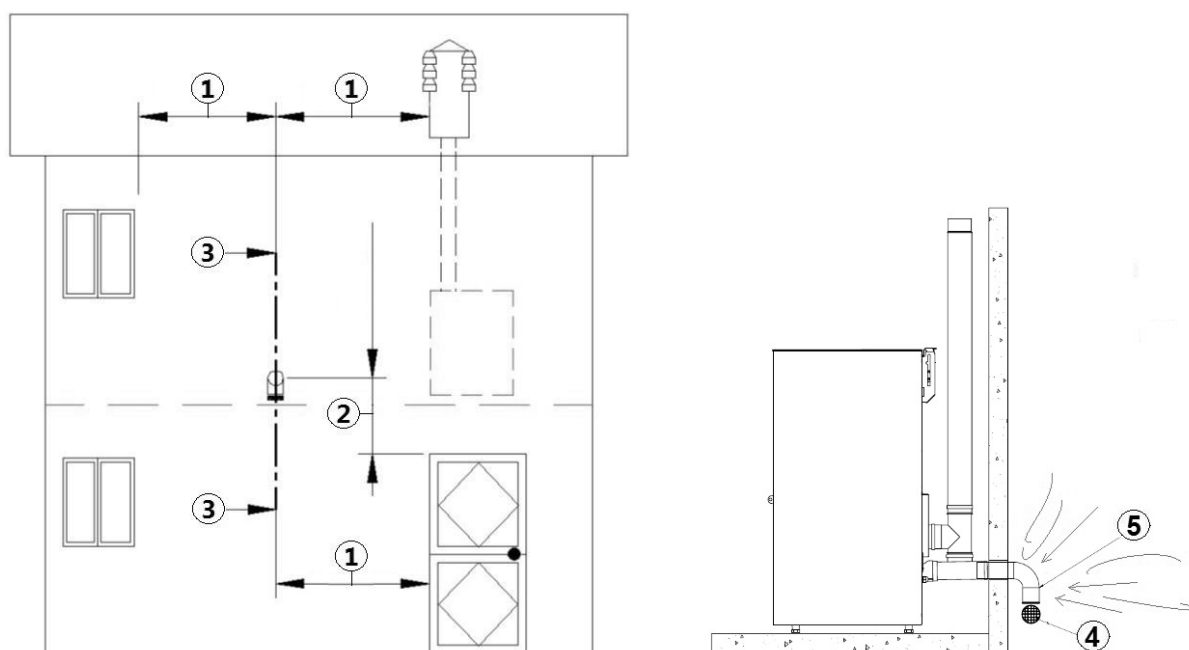

Fig. 11 - Presa d'aria per installazione a camera stagna
LEGENDA	Fig. 11
- Sulla parete esterna è necessario installare una curva a 90° per proteggere l'afflusso dell'aria comburente dagli effetti del vento: rivolgere l'imbocco della curva verso il basso, vedi **Fig. 11**.